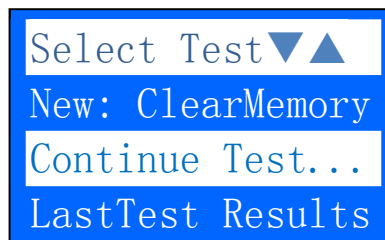

Abbildung 30
1. Zu Beginn wird ein Selbsttest durchgeführt. Nachdem dieser abgeschlossen ist, wird das Menü folgendes anzeigen (Abb.30)
13. Um das Programm zu beenden, drücken Sie  und können so jederzeit ins Hauptmenü zurück. (Abb.30).